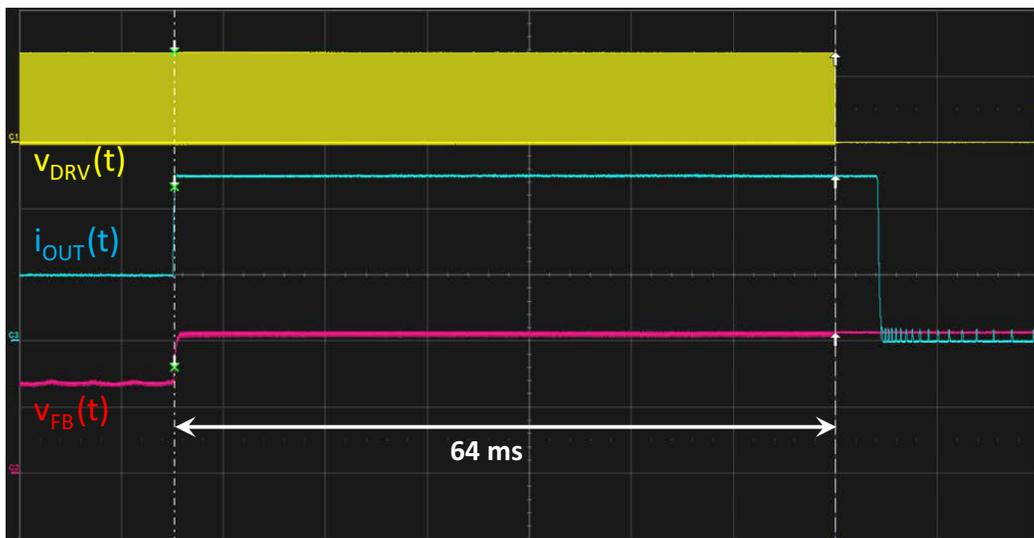
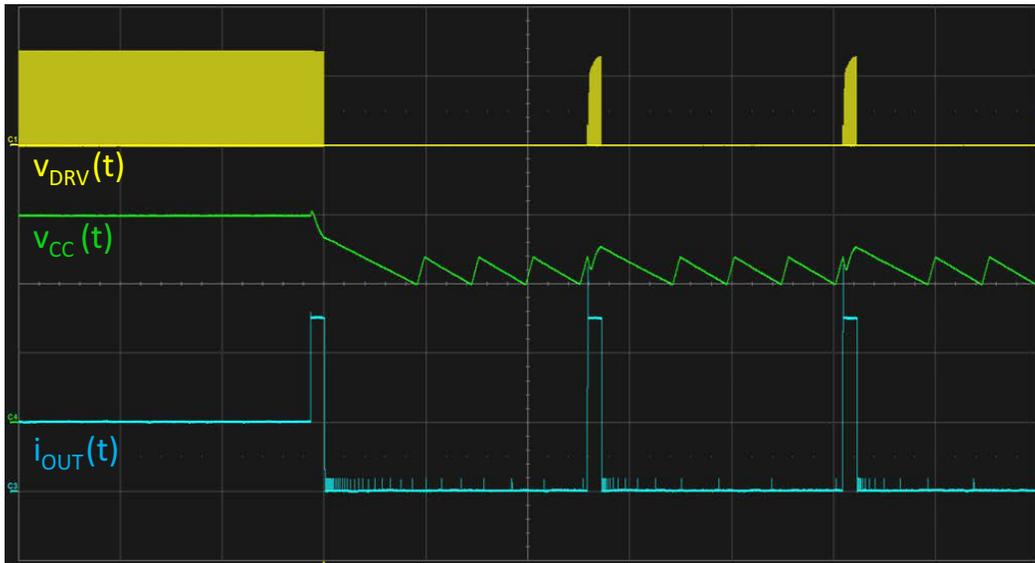

Figure 6. 64-ms Over-current Timer
Figure 7. Auto-recovery Mode
- **自動回復**：64 msタイマが経過すると、1 sの自動回復タイマが始動します。 $V_{CC}$ が $V_{CC(on)}$ をクロスしたときに1sタイマが終了していない場合は、HV電流源がディセーブルされ、コントローラはオフになったままで、ICの消費電力のために $V_{CC}$ が低下します。一度自動回復タイマが経過すると、コントローラはFigure 6とFigure 7に示すとおり、次の $V_{CC(on)}$ で、ソフトスタートにより新規フレッシュ・シーケンスを開始します。